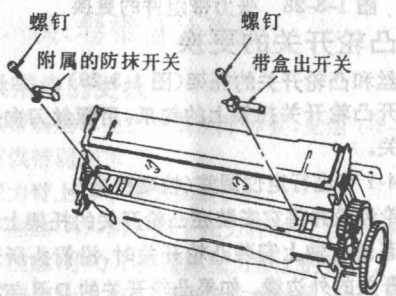

图 1-3-7 带盒出开关及附属的防抹开关的更换
- ① 从主机座上拆下带盒仓组件。
- ② 将带盒仓组件有门的一面朝上,见图 1-3-7。
- ③ 用电烙铁焊掉开关上接线端的引线。
- ④ 拆下开关的紧固螺丝。
- ⑤ 当安装新的开关时按照与上述相反的步骤进行。